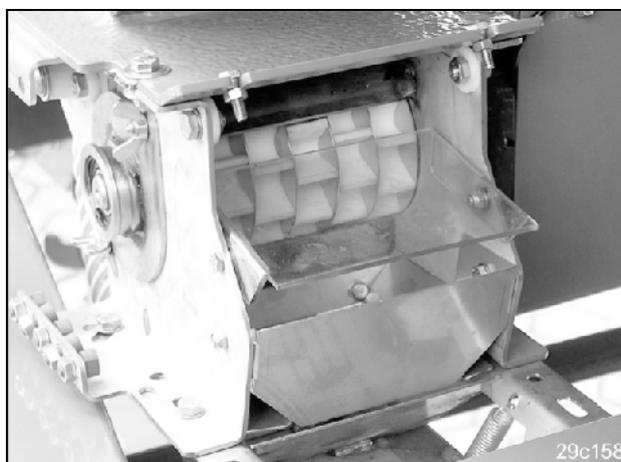

Fig. 72
- La figure (Fig. 72) montre la trappe fermée.